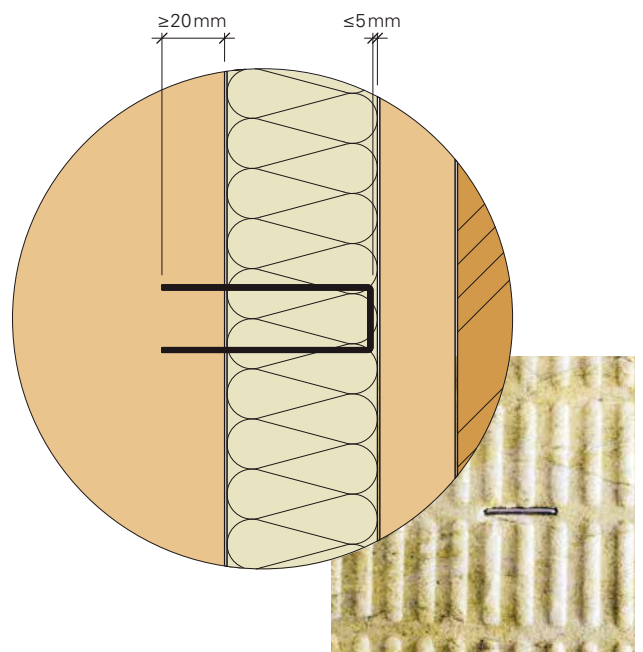

Abbildung 6: Montage der Klammern
Die Flumroc-Dämmplatte DISSCO wird mit Breitrückenklemmern (Abb. 6) befestigt. Die Klammern werden mittels Druckluftklammergerät (z. B. haubold) direkt in den Ständer befestigt. Die Klammern müssen ausreichend in das Trägermaterial eingreifen.
- Oberkante Klammer maximal 5 mm (Abb. 6) unter der Dämmplattenoberfläche. Klammern, welche über die Dämmplattenoberfläche vorstehen sind bündig zu versenken.
- Die Klammer muss mindestens 20 mm (Abb. 6) in den Holzständer eingreifen.